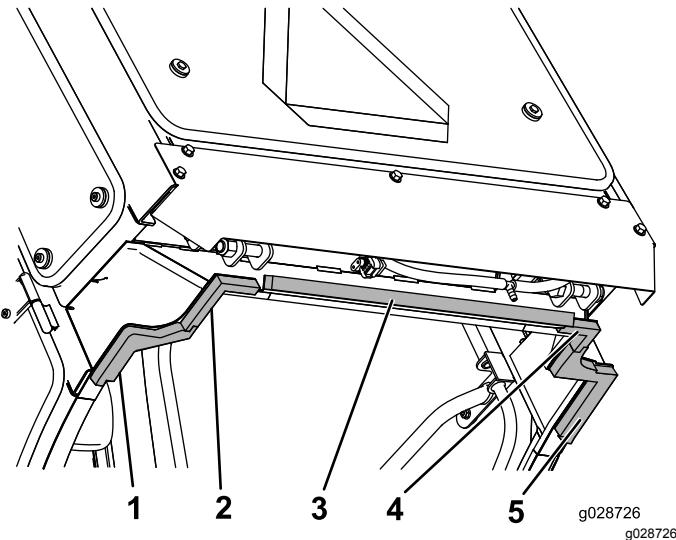

Рисунок 61
2. Приклейте левый задний и правый задний уплотнители из пеноматериала к внутренним углам задней нижней кромки рамы кабины, как показано на Рисунок 61.
3. Совместите внутренние кромки левого среднего и правого среднего уплотнителей из пеноматериала с левым задним и правым задним уплотнителями из пеноматериала и соедините вместе выступы (Рисунок 61).